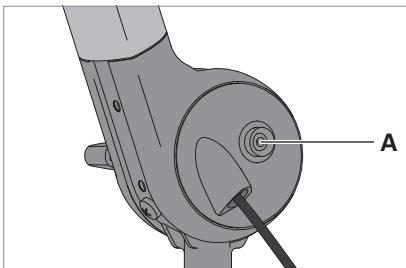

Fig. 5: Druknop voor aardkabel.
- ▶ Steek het einde van de meegeleverde aardkabel op de druknop **A** van de lamp, zie Fig. 5.